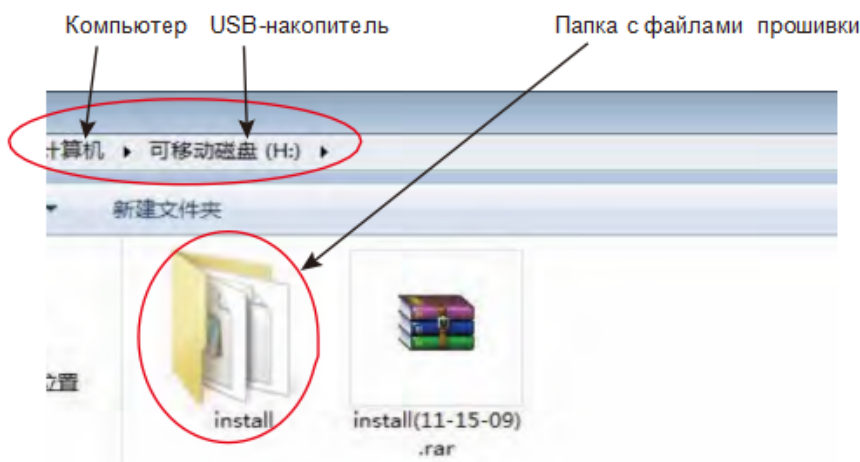

Рис. 46. Распаковка архива с прошивкой.
- Папка с установочными файлами должна выглядеть в точности так же, как показано на рисунке\(рис. 46\), в противном случае процесс обновления не будет осуществлен. Если название папки будет другим, либо папка будет распакована не в корневую папку USB-накопителя, обновление не будет выполнено. См. рисунки ниже\(стр 0\).